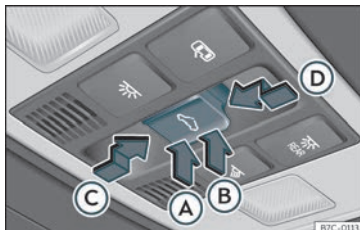

Fig. 89 No revestimento interior do teto: tecla do teito de vidro.
A tecla ◀▶▶▶ **fig. 89** ten dous niveis. No primeiro nivel pode colocar o teito na posición deflectora, abrir ou pechar total ou parcialmente.
- *Teito de vidro:* antes de aprox. 5 segundos dende a activación da función antiaprisionamento, prema a tecla ⏪»» fig. 89 ata o segundo nivel no sentido da frecha »» fig. 89 Ⓢ ata pechar o teito completamente.